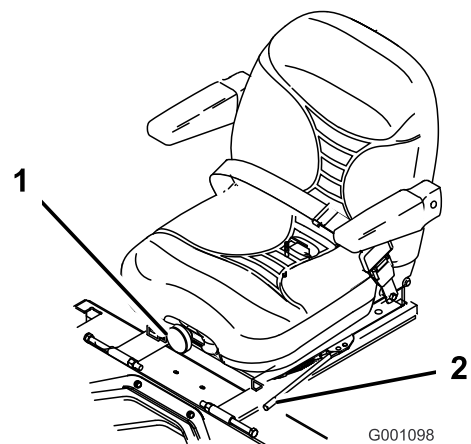

Bild 24
1. Bewegen Sie den Hebel zum Entriegeln des Sitzes zur Seite (Bild 24).
Drehen Sie das Handrad zum Verstellen an der Vorderseite solange, bis der gewünschte Komfort erreicht ist (Bild 24).